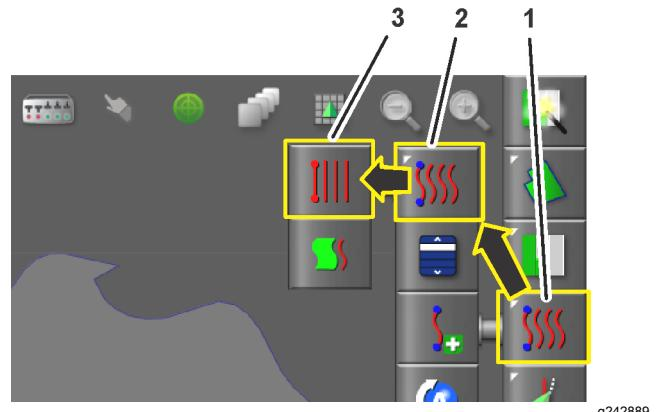

Figura 10
1. Cambie el tipo de línea de guía a una línea de guía AB (recta) (Figura 10).